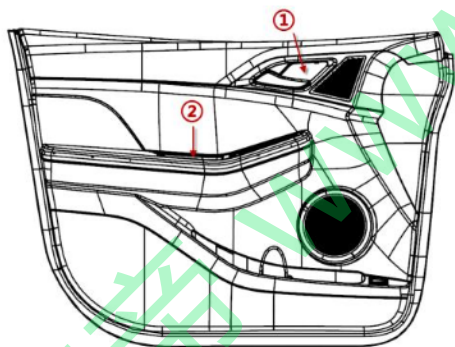

图1 前门板拆卸示意图
门护板总成通过螺栓和卡扣安装在车门钣金上，如图1所示，按图中①-⑧的顺序拆卸：